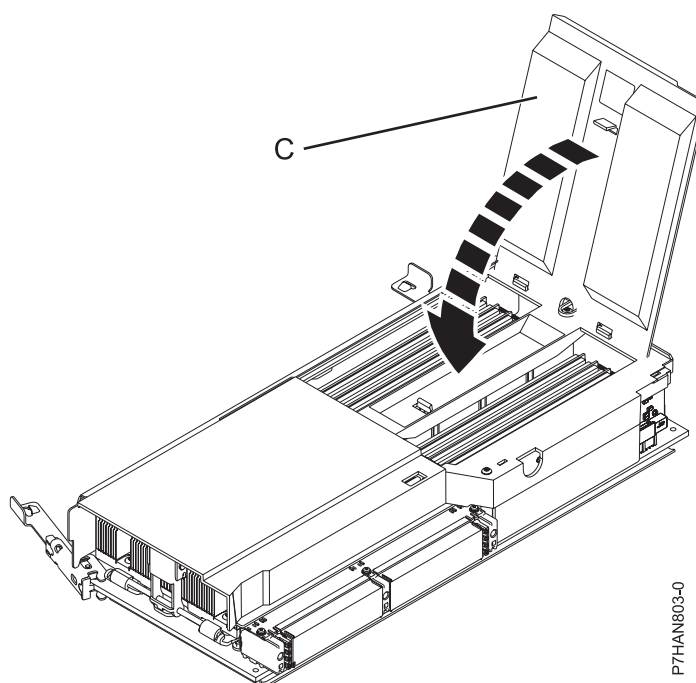

Figura 7. Fechando a tampa do módulo de memória
9. Feche a tampa do módulo de memória (C) até que ela trave no lugar, conforme mostrado em Figura 7.